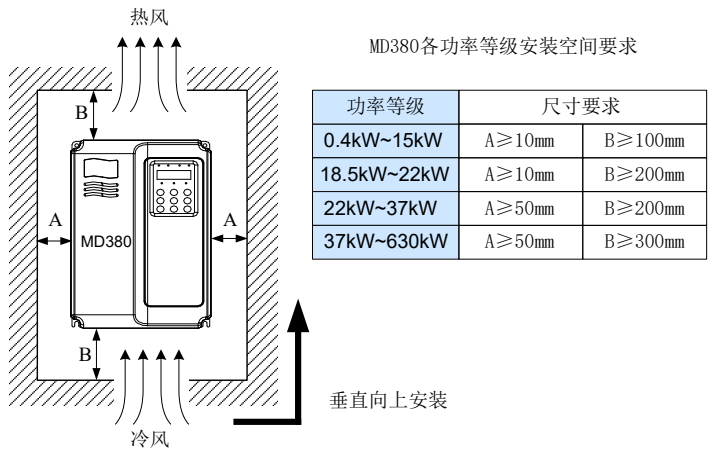

图 3-1 MD380 变频器各功率等级安装空间要求
- 1) 安装空间要求如图 3-1 所示，需保证变频器有足够的散热空间。预留空间时请考虑柜内其他器件的散热情况。